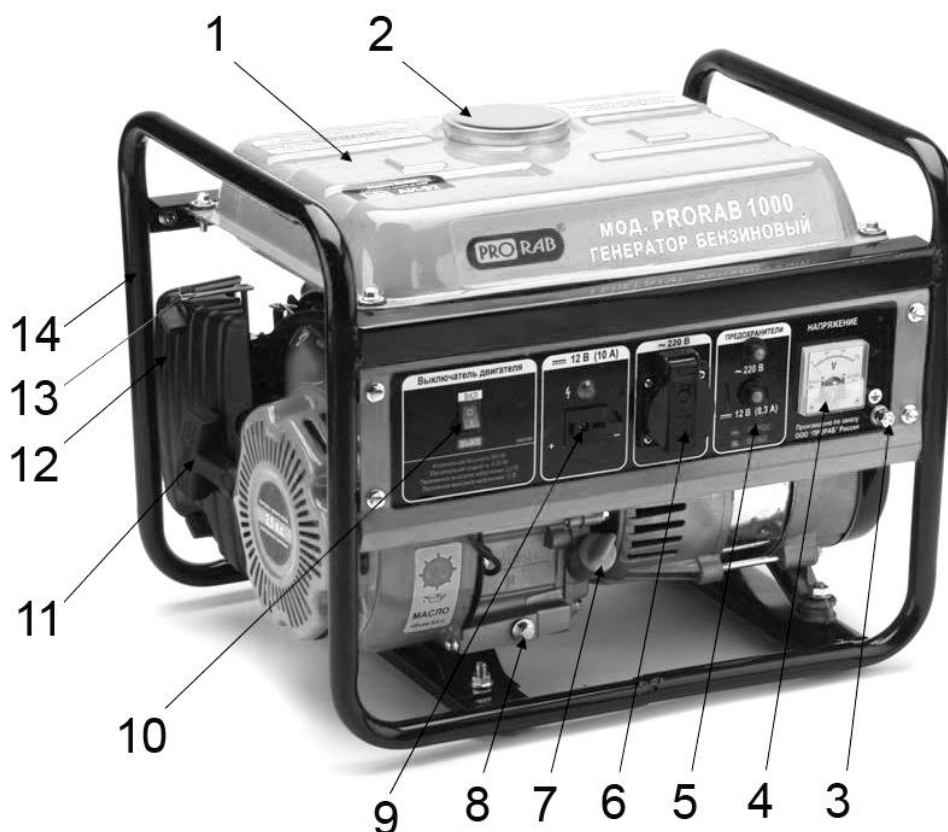

Рис. 1
- Оптимальное смесеобразование горючей смеси (топлива и воздуха) обеспечивает система питания карбюраторного бензинового двигателя. Возможность пуска бензинового двигателя в холодную погоду обеспечивает устройство регулирования положения воздушной заслонки карбюратора (13)(См. Рис.1).
- Запуск бензинового двигателя осуществляется ручным стартером, при помощи рукоятки (11).
- Заправка топливного бака (1) осуществляется через заправочную горловину, закрытую крышкой (2).
- Топливо из топливного бака (2) через топливный кран и топливную систему, поступает в карбюратор.
- С помощью воздушного фильтра производится очистка воздуха, поступающего в карбюратор двигателя. Для проведения технического обслуживания, воздушный фильтр снабжен съемной крышкой (12). Через крышку открывается доступ к фильтрующему элементу.
- Розетка (6) предназначена для подключения потребителей однофазного переменного тока, напряжением 220 В.
- Вольтметр (4) предназначен для измерения величины выходного напряжения работающего генератора.
- Розетка (9) предназначена для подключения потребителей постоянного тока, напряжением 12 В.
- Окрутите крышку топливного бака (2)(См. Рис.1). Проверьте уровень топлива.
- Отверните масляную пробку (7)(См. Рис.1), достаньте щуп.
- Соедините разъем заземления (3)(См. Рис.1) на панели управления с заземлителем. Для соединения используется провод, сечением не менее 1,5 мм².
- Противоположный конец провода соединяется с клеммой заземления генератора (3)(См. Рис.1).